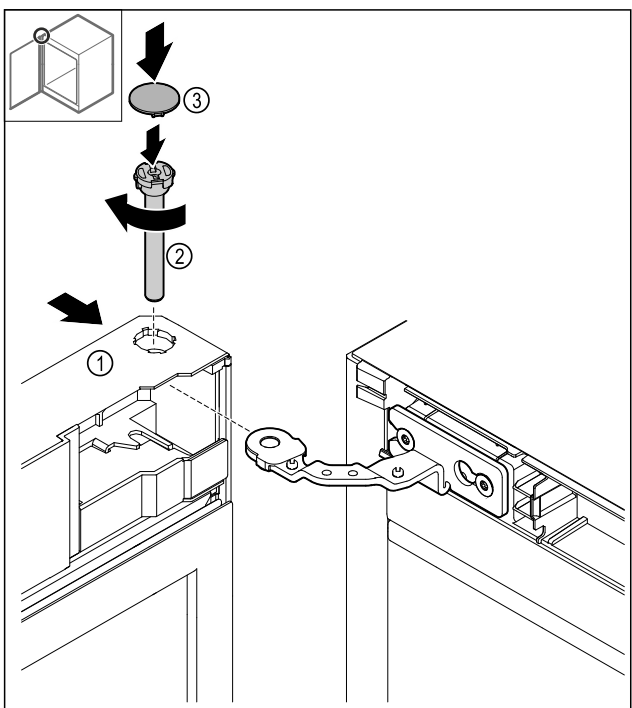

Fig. 51
- 将上部冰箱门 Fig. 51 (1) 推到铰链上。
- 插入螺柱 Fig. 51 (2) 并顺时针拧紧。
- 安放盖板 Fig. 51 (4)。